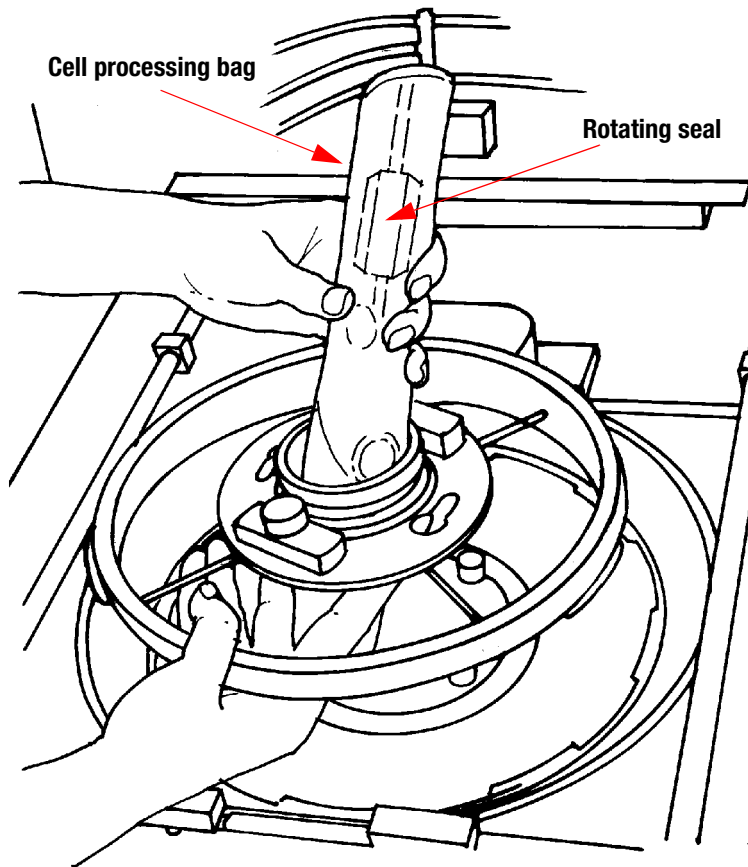

Figure 6-6: Passing the cell processing bag through the centrifuge bowl cover's center hole
- 21** Cuộn túi xử lý tế bào quanh hexagonal-shaped rotating seal và đưa qua lỗ trung tâm của nắp bát ly tâm (Figure 6-6).